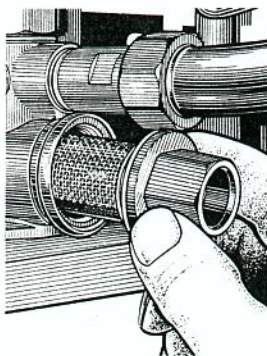

Fig. 4
- sortez la tête de robinet avec le filtre (fig. 4).